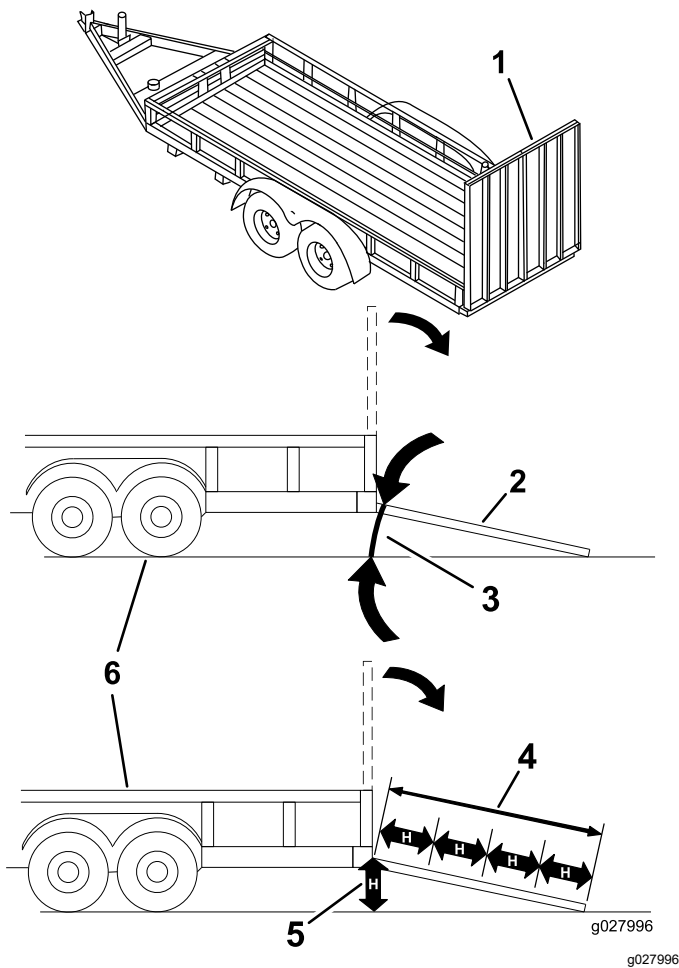

Figura 39
El cargar la máquina en un remolque o un camión aumenta la posibilidad de un vuelco y podría causar lesiones graves o la muerte (Figura 39).
1. Baje la rampa, asegurándose de que el ángulo entre la rampa y el suelo no supera los 15 grados (Figura 39).